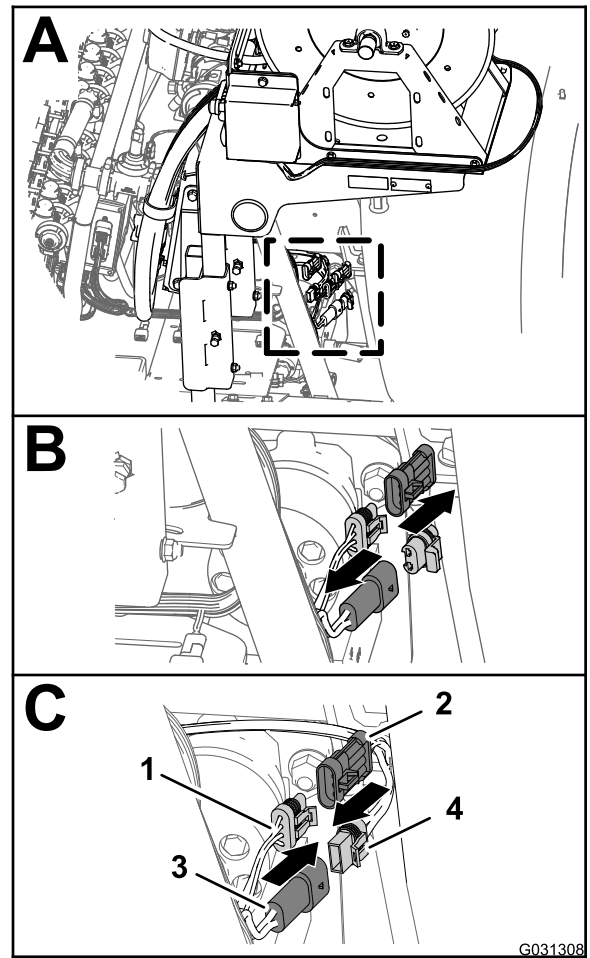

图 189
1. 在机器的背面找到位于打药车药缸后部的可偏转软管卷套件的线束 图 189。
2. 从用于软管卷电源的后主线束的 2 针接头拔出保护塞 图 189。
3. 将用于电动软管卷的线束的 2 插槽接头接入后主线束的 2 针接头 图 189。
4. 从用于喷洒线束互连的后主线束的 3 插槽接头取下保护帽 图 189。
5. 将用于电动软管卷的线束的 3 针接头接入后主线束的 3 插槽接头 图 189。